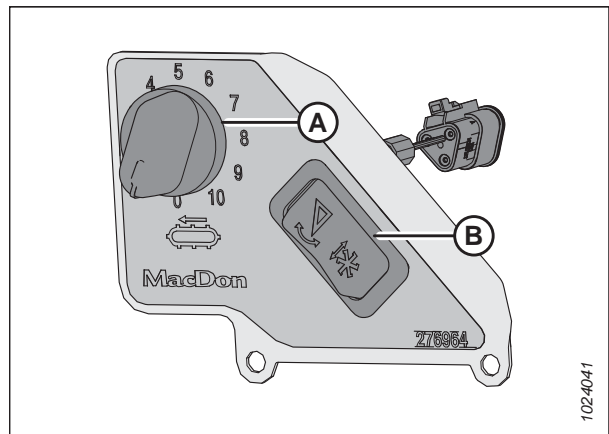

Figura 3.181: Comanda de viteză a transportorului cu bandă lateral din cabină
Comutatorul (B) din Figura 3.181, pagina 164 permite operatorului să comute între comenzile de înclinare a hederului și cele pentru poziția față-spate a rabatorului. Pentru instrucțiuni privind comenzile, consultați Reglarea unghiului hederului din combină, pagina 159.